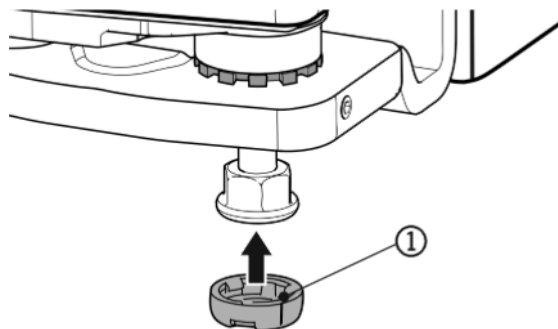

Fig. 5
- Tryck fast kåpan Fig. 5 (1). Se till att den sitter ordentligt.